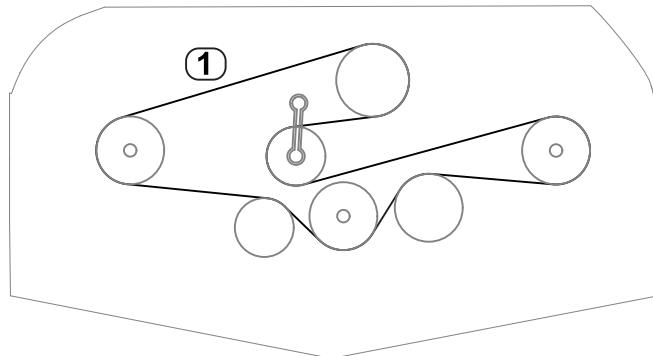

Рисунок 28
5. Удерживая натяжной ролик с помощью динамометрического ключа или аналогичного инструмента, проложите новый ремень вокруг шкивов шпинделей и натяжного ролика в сборе, как показано на Рисунок 28.